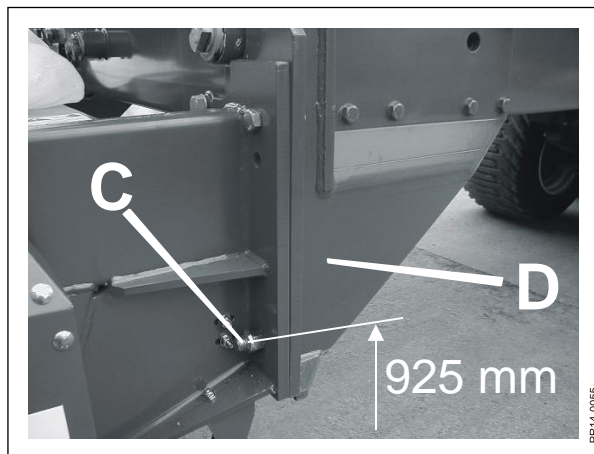

Fig. 2-1
**Fig. 2-1** Ved sammenkobling af forsatsen og vognen, skal de nederste boltehuller **C** på monteringsflangen **D** på vognen anvendes. Den korrekte højde op til de nederste bolte er **925 mm**, hvorved det med den rette pick-up indstilling sikres at vognbunden er tilnærmelsesvis vandret.